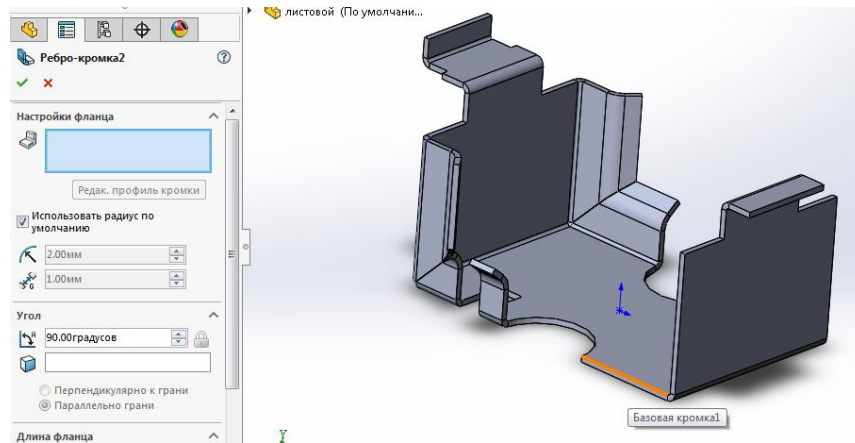

Рис. 19. Призначення вихідної крайки
- у розділі «**Настройка кромки**» задайте крайку, як показано на рис. 19;